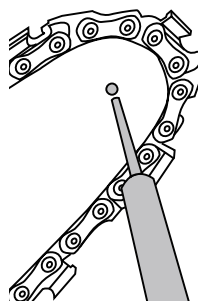

Fig. 15
2. Con una pistola de lubricación, inserte la punta de la pistola en el orificio de lubricación e inyecte grasa hasta que aparezca en el borde externo del piñón (Fig. 15).